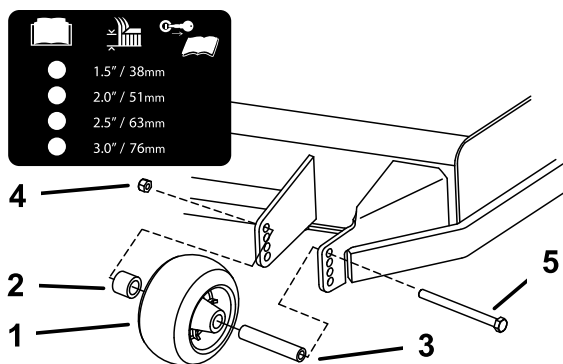

Figure 36
3. Réglez les galets anti-scalp comme montré à la Figure 36.